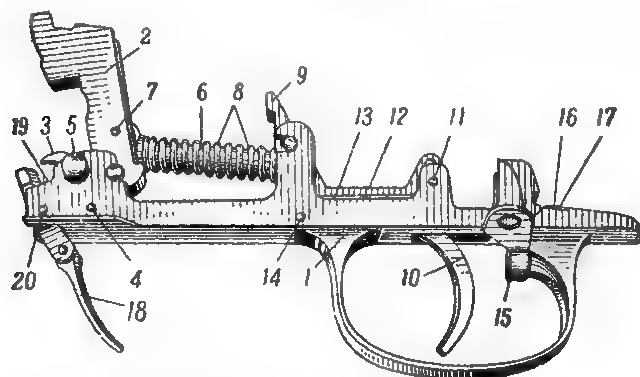

Рис. 29. Ударно-спусковой механизм:
30. Ударно-спусковой механизм (рис. 29) состоит из спусковой скобы, курка, автоматического спуска, оси автоматического спуска, пружины автоматического спуска, направляющего стержня